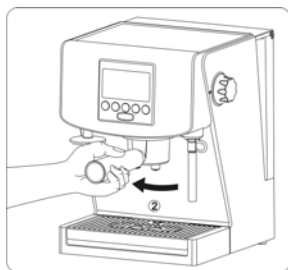
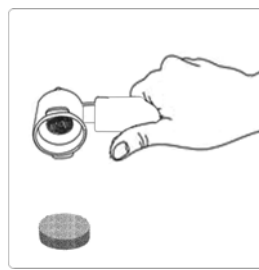
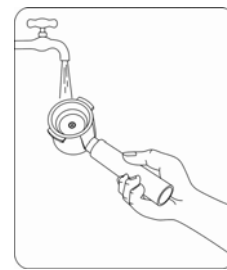

Рис. 5
Рис. 6
Рис. 7
- 11.18. Свалете дръжка на филтъра, като я въртите наляво (Рис. 5) а след това изхвърлете използваната торбичка или утайката (Рис. 6). Изчистете филтъра с употреба на вода (Рис. 7).
- 12.17. Свалете дръжка на филтъра, като я въртите наляво (Рис. 5), а след това изхвърлете използваната торбичка или утайката (Рис. 6). Изчистете филтъра с употреба на вода (Рис. 7).
- 13.14. Свалете дръжка на филтъра, като я въртите наляво (Рис. 5), а след това изхвърлете използваната торбичка или утайката (Рис. 6). Изчистете филтъра с употреба на вода (Рис. 7).